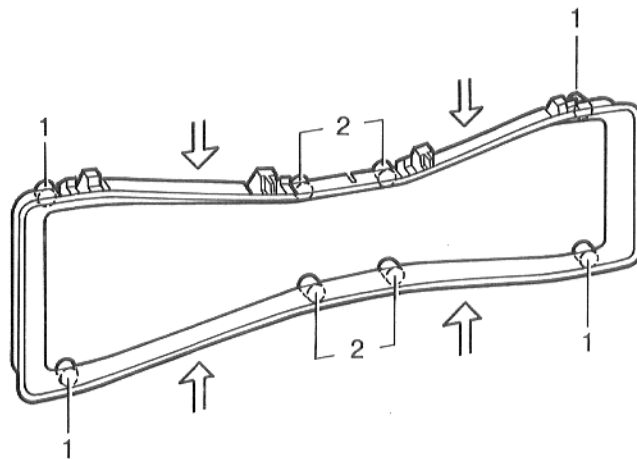

Abb. 49
1. Blendrahmen zuerst mit den seitlichen Nocken 1. in den Schaltkasten einsetzen (Abb. 49).